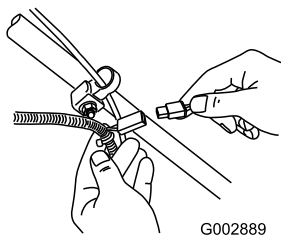

Figura 30
1. Conecte el cargador al arnés de cables del cortacésped, situado debajo de la llave de contacto (Figura 30).